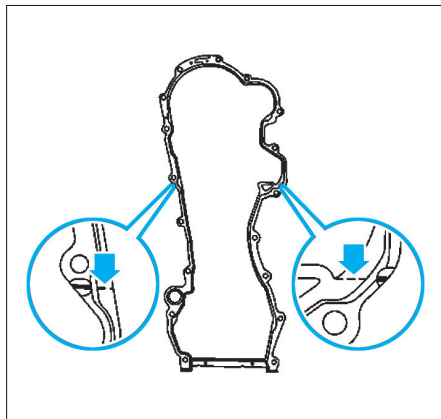

FIG. 88
- Découper le joint de carter de distribution neuf (flèches) au niveau des points de rupture (Fig.88).